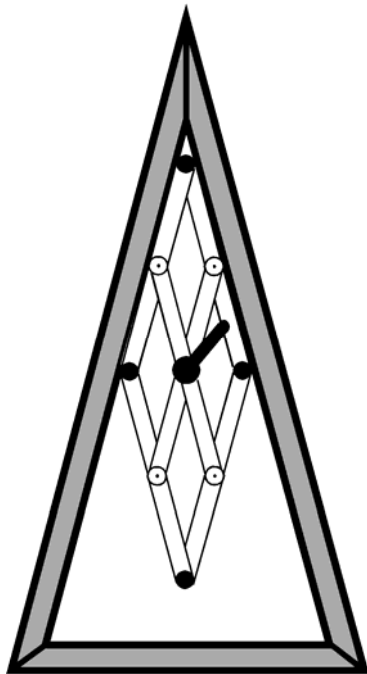

Bild 2
- Meß- und Sägerahmen in die zu messende Ecke schieben, bis zwei Schenkel des Rahmens genau anliegen (Bild 2).
- Klemmhebel (7) anziehen, damit sich der gemessene Winkel nicht verstellt.
- Rahmen herausnehmen und in die Führungsnut (4) und in die mittlere Bohrung (1) der Grundplatte einhängen. Dazu die zwei nicht benötigten Rasterstifte (6) herausziehen.